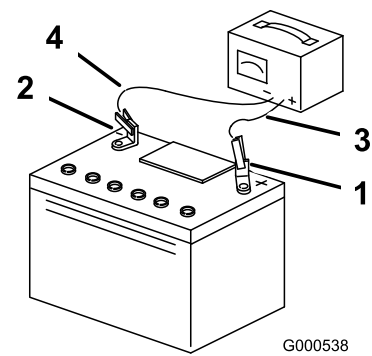

Figura 42
3. Quando la batteria è completamente carica, staccate il caricabatterie dalla presa elettrica e scollegate i cavi di ricarica dai poli della batteria (Figura 42).